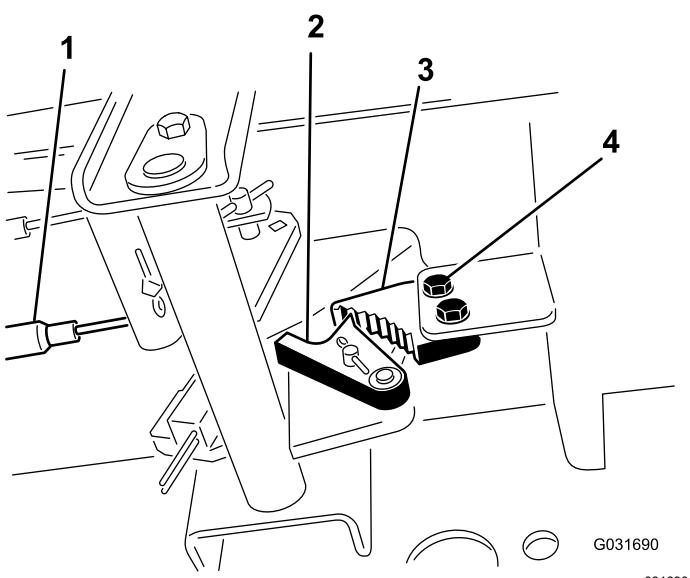

Рисунок 55
- Ослабьте два винта крепления защелки стояночного тормоза к раме (Рисунок 55).
- Винты (2)
- Нажмайте педаль тормоза вперед, пока углубление тормоза не войдет полностью в зацепление с защелкой тормоза (Рисунок 55).